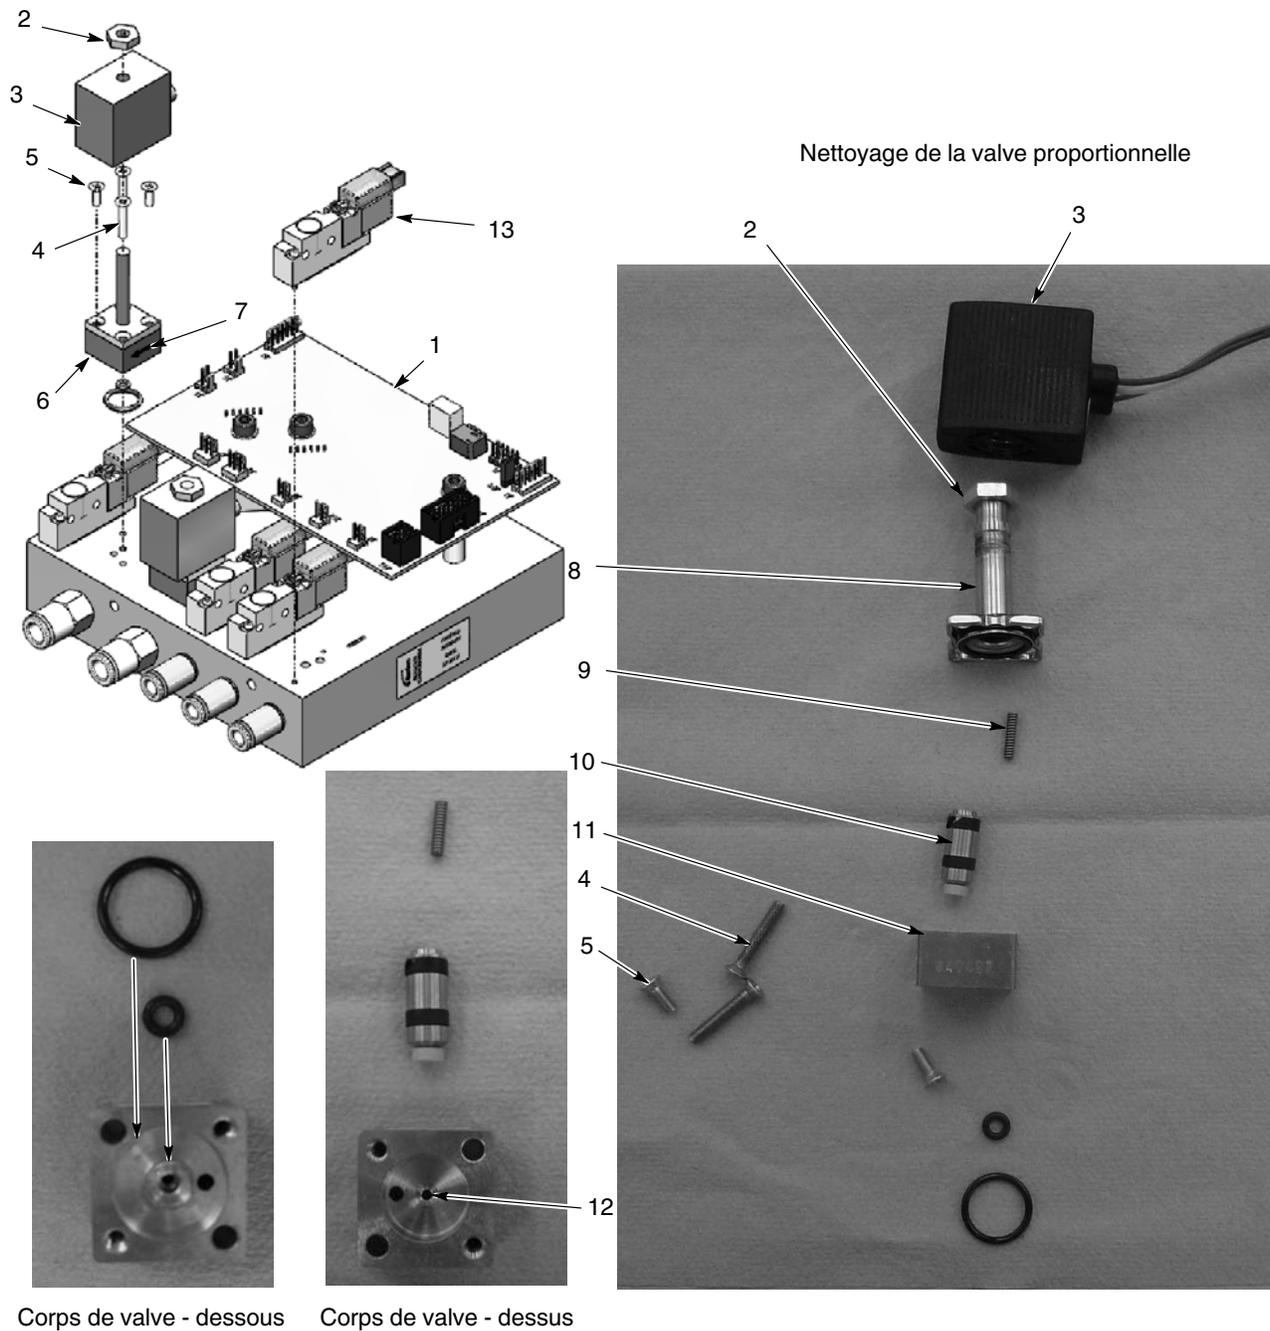

Figure 6-3 Réparation du module iFlow - Remplacement de l'électrovanne et nettoyage ou remplacement de la valve proportionnelle
Voir la figure 6-3. Pour démonter les électrovannes (13), retirer les deux vis dans le corps de valve et soulever la valve du collecteur.
Voir la figure 6-3. Une source d'air encrassée peut entraîner un dysfonctionnement de la valve proportionnelle (6). Suivre ces instructions pour démonter et nettoyer la valve.
1. Débrancher les fils de la bobine (3) de la carte (1). Retirer l'écrou (2) et la bobine de la valve proportionnelle (6).
2. Retirer les deux longues vis (4) et les deux vis courtes (5) pour pouvoir déposer la valve proportionnelle du collecteur.
3. Retirer la queue de la valve (8) du corps de la valve (11).
4. Retirer la cartouche de valve (10) et le ressort (9) de la souche.
Voir la figure 6-3. Remplacer la valve proportionnelle si son nettoyage ne corrige pas le problème de débit. Avant d'installer une valve neuve, retirer le couvercle de protection du fond du corps de vanne. Veiller à ne pas perdre les joints toriques sous le couvercle.